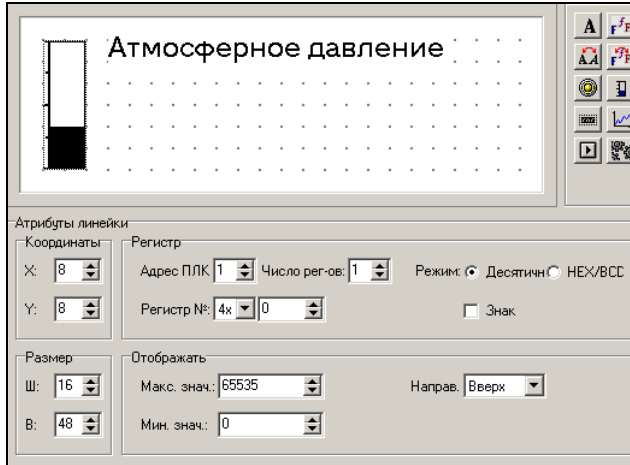

Рис. 4.17. «Линейка»
1. Нажать кнопку . Откроется область задания параметров «линейки» (см. рис. 4.17).